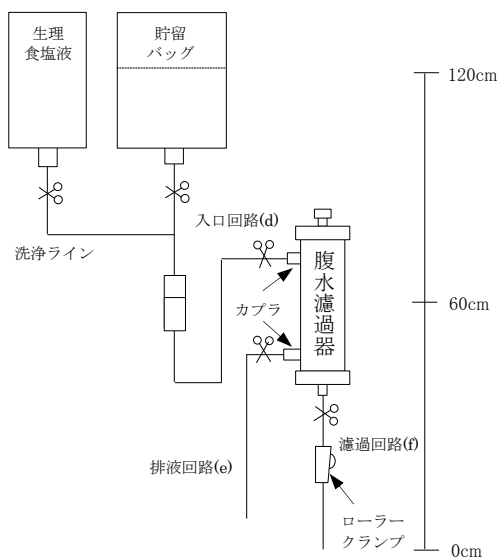

図 4 外圧濾過法(落差式)の回路図
- 1) 本品をイルリガードル台のホルダーに取り付ける。このとき濾過回路(f)の出口を 0 cm とするとき、開始時点の生理食塩液の液面の高さが 120 cm、本品を縦置きにしたときの中央部分が 60 cm となるようにする。(以降の手順に従い、図 4 の通り接続する)